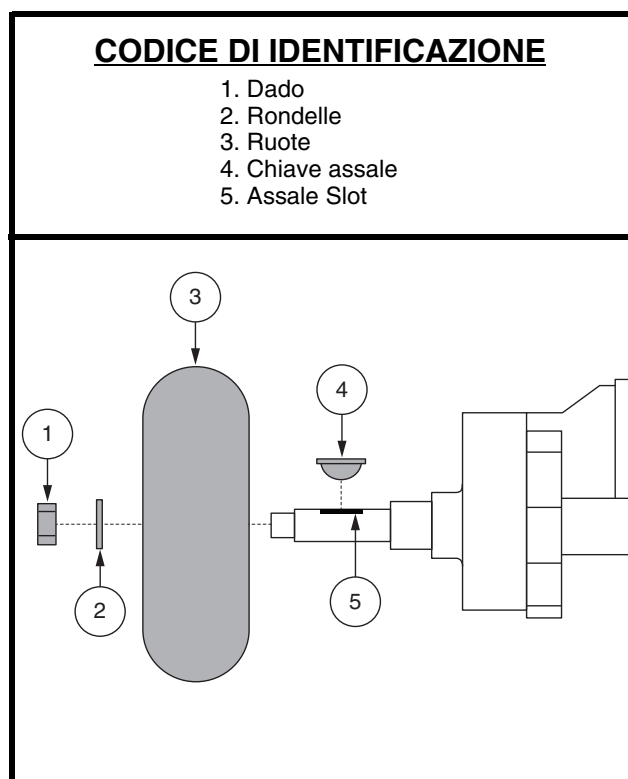

Figura 28. Rimozione di ruote a gomma solida
3. Rimuovere il cappuccio, dado e rondelle dall'assale della ruota. Vedere figura 28.